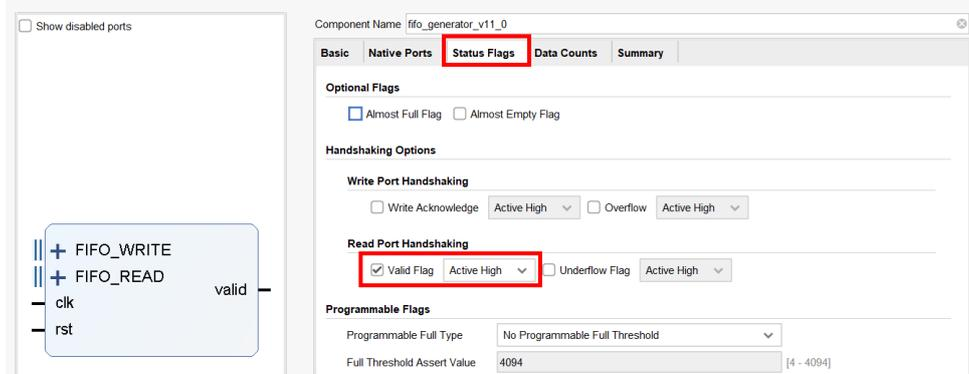

図 4-17 [Status Flag] - [Valid Flag]
(12)[Status Flags]を開き、[Handshaking Options] - [Read Port Handshaking] - [Valid Flag]にチェックを入れ、「Active High」にします(図 4-17)。